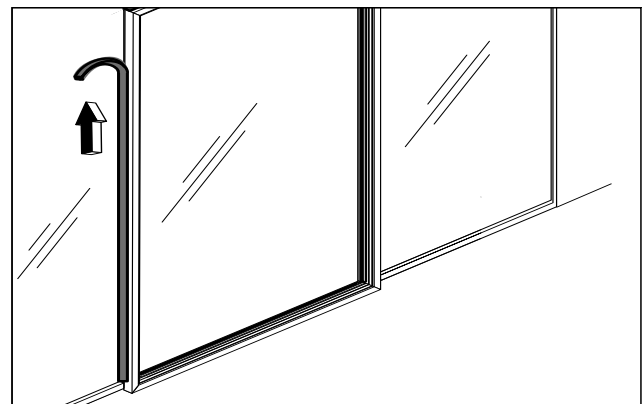

Abb. 26 Beispiel: Moosgummidichtung linke Seite anbringen
11. In die Fugen am Akustikelementrahmen (seitlich und oben) über die gesamte Länge ein passend zugeschnittenes Stück der Moosgummidichtung eindrücken. Sicherstellen, dass die Moosgummi-dichtung bündig am Akustikelementrahmen anliegt (Abb. 26).